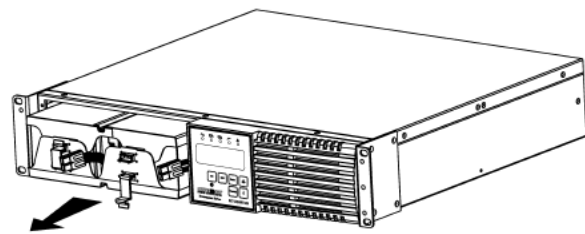

FIGURE 4
10. Saisissez la languette de retrait de la batterie et retirez délicatement le module de batterie de l'onduleur et mettez-le de côté. (FIG. 4)